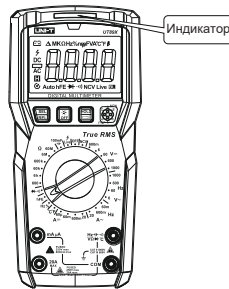

Рис.11
9.9 Проверка транзисторов (Рис. 11)